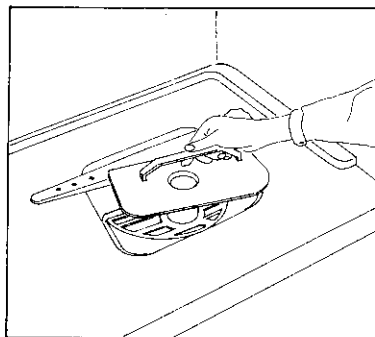

Fig. 16
B) Ôter la grille mobile (fig. 16).